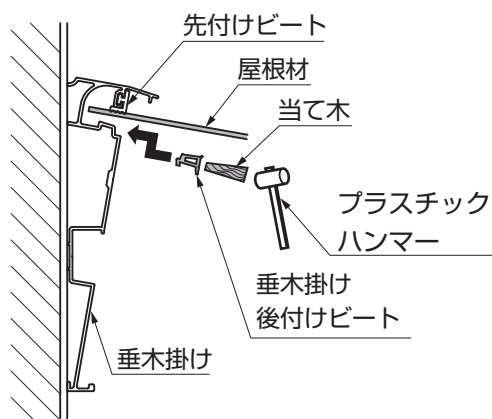

図15-4
- ④垂木掛け後付けビートを、垂木掛けに差込んでください。(図15-4参照)